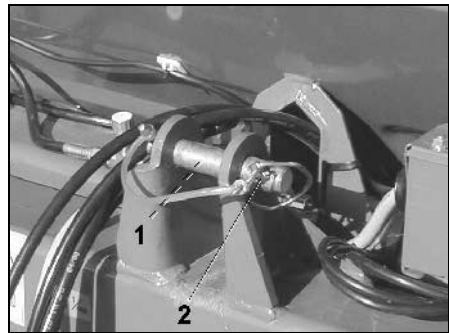

Fig. 21
- Oberlenker mit Einsteckbolzen (Kat. II) (Fig. 21/1) abstecken und mit Klappstecker (Fig. 21/2) sichern.